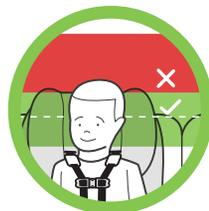

Figura 3
- ✓ La parte superior de las orejas del niño debe quedar debajo de la parte superior del apoyacabezas del asiento, tal como se ilustra en la **figura 3**.